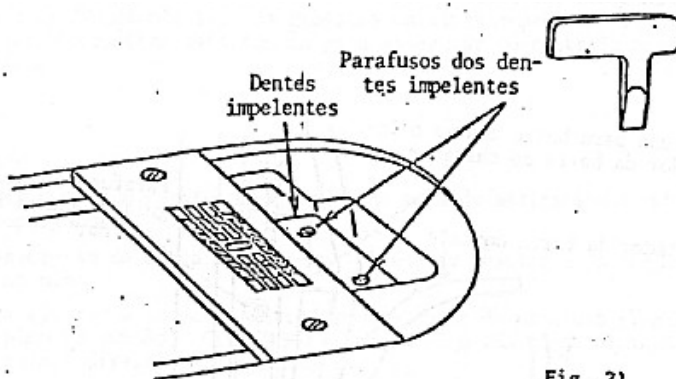

Fig. 21
- b. Afrouxe os dois parafusos dos dentes impelentes (Fig.21).